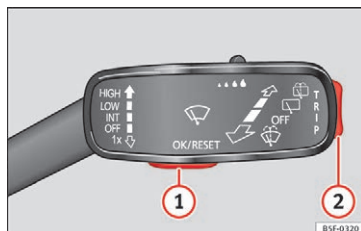

Fig. 44 Betjeningsarm til viskere: styreknapper
Førerens informationssystem styres ved hjælp af knapperne på multifunktionsrattet » Fig. 45 eller med betjeningsarmen til viskerne » Fig. 44 (hvis bilen ikke har et multifunktionsratt).
- Hvis der vises en meddelelse eller et bil-symbol, skal du trykke på knappen » Fig. 44 ① på betjeningsarmen til viskerne eller knappen  på multifunktionsrattet » Fig. 45.
- Ved styring via betjeningsarmen til viskerne: Hold vippeknappen » Fig. 44 ② inde for at få vist hovedmenuen » Side 36 eller for at vende tilbage til hovedmenuen fra en anden menu.
- Tryk vippeknappen » Fig. 44 ② på betjeningsarmen til viskerne opad eller nedad, eller drej på hjulet på multifunktionsrattet » Fig. 45, indtil den ønskede menuoption bliver markeret.
- Tryk på knappen » Fig. 44 ① på betjeningsarmen til viskerne eller på knappen  på multifunktionsrattet » Fig. 45 for at kalde undermenuen frem.
- Tryk på knappen » Fig. 44 ① på betjeningsarmen til viskerne eller på knappen  på multifunktionsrattet » Fig. 45 for at markere eller bekræfte valget.
- *I biler uden multifunktionsrat:* Betjen vippekontakten **(TRIP)** på betjeningsarmen til viskerne »» **Fig. 44.**